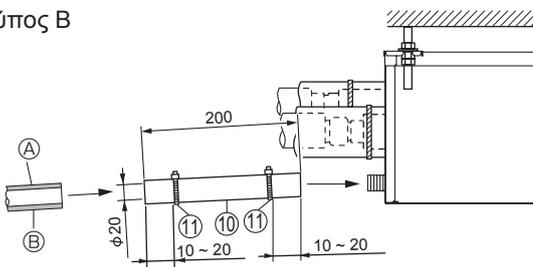

Fig. 8-1
- (1) Τυλίξτε με αυτοκόλλητο PVC (θα το προμηθευτείτε από το εμπόριο) την ένωση του σωλήνα αποστράγγισης με το κουτί διακλάδωσης και πιέστε το συνδεδεμένο εύκαμπτο σωλήνα ⓓ στην ένωση όσο πάει. (Fig. 8-1)
- (2) Βάλτε ένα σωλήνα από σκληρό PVC (VP-16, θα τον προμηθευτείτε από το εμπόριο) μέσα στο συνδεδεμένο εύκαμπτο σωλήνα ⓓ, κολλήστε τους μαζί και στερεώστε τους. (Fig. 8-1)
- (3) Τοποθετήστε μια στεφάνη στερέωσης ⓔ στο συνδεδεμένο εύκαμπτο σωλήνα αποστράγγισης ⓓ. (Fig. 8-1)